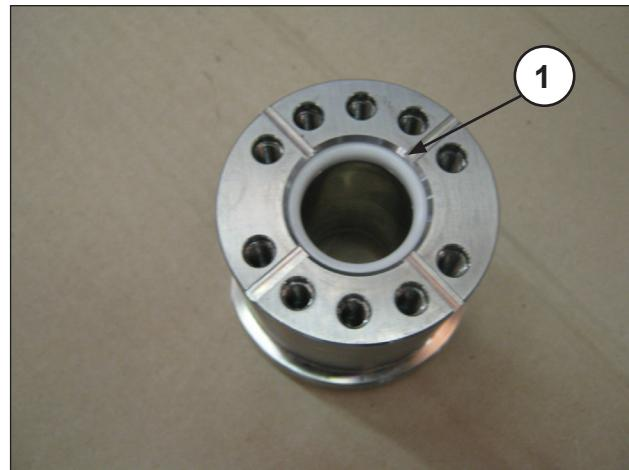

Fig. 119
- Introducir la junta de retención en la camisa (Fig. 119, pos. ①).